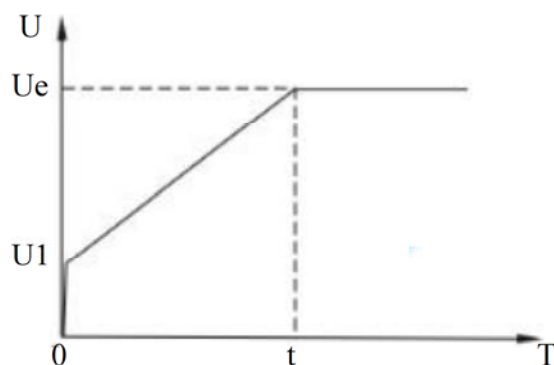

Рис. 12.2-1
- (1) Режим нарастания напряжения реализуется при  $FV=1$ . Временная диаграмма напряжения на двигателе показана на Рис. 12.2-1. Здесь  $U_1$  – начальное напряжение. Ток двигателя не растет выше 400% от номинального значения. При пуске напряжение быстро достигает значения  $U_1$ , затем плавно растет в соответствии с заданными параметрами разгона. Когда напряжение достигнет номинального значения  $U_e$ , шунтирующий контактор замыкается, двигатель будет работать на номинальной скорости, и процесс пуска на этом заканчивается.
- (2) Время пуска  $t$  соответствует стандартной нагрузке. УПП использует его в качестве исходного значения, корректируя в зависимости от нагрузки. Если нагрузка легкая, то время разгона часто меньше заданного. Обычно этот режим используется при необходимости обеспечить стабильный пуск при фиксированном ограничении пускового тока.